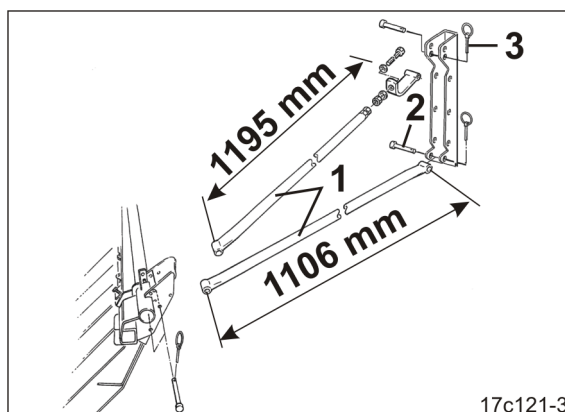

Рис. 59
2. Вставьте крепежные трубы (Рис. 59/1) с пальцами (Рис. 59/2) в крепления и застопорите их пружинными фиксаторами (Рис. 59/3).